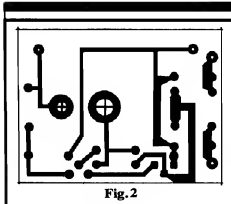

Fig. 2
- FIG. 2 - CIRCUITO IMPRESSO ESPECÍFICO - O **lay out** é simples, descomplicado, "descongestionado", porém exige rigorosa precisão nas dimensões e posições, principalmente dos furos de fixação e demais "ilhas"... A cópia feita pelo Leitor/Hobbysta deve seguir precisamente o diagrama (em escala 1:1) já que o menor "desvio" ou modificação em dimensões específicas, poderá obstar o perfeito "casamento" mecânico com o "rabo" do interruptor momentâneo ao qual a EK já ser acoplada. Observem que os dois círculos maiores (ambos contendo uma "cruzeta" de demarcação do centro geométrico de fixação...) destinam-se justamente à fixação à traseira do **push-button**